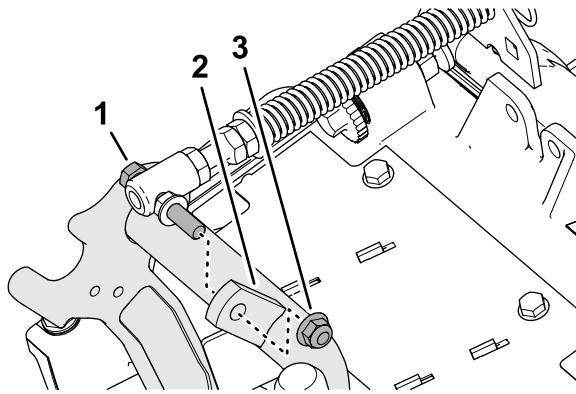

Figure 19
3. Retirez le contre-écrou à embase ($\frac{3}{8}$ ") qui fixe la vis du ressort de compensation sur la patte droite du bâti porteur, et retirez le ressort de compensation de l'unité de coupe (Figure 19).